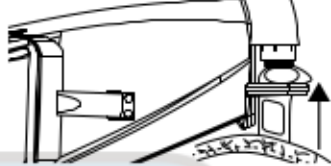

Figura 11
3. Alinee la lengüeta plástica de la capa sobre la conexión del tubo de respiración (Figura 11).